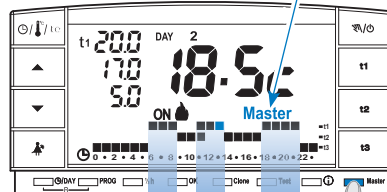

fig. 88
- nei periodi dove il programma (profilo) presenta il livello di temperatura **comfort (t1)** la termoregolazione non viene più gestita dal Master (che continua a gestire la sua zona di abbinamento) ma dai trasmettitori abbinati alle singole zone. Sul display resta comunque presente la scritta **Master** (fig. 88).